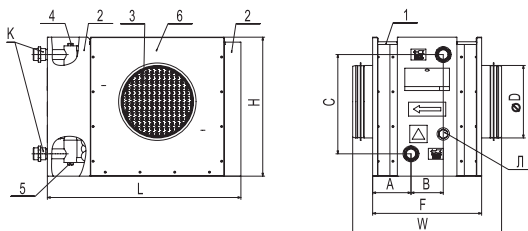

Figura 2
La struttura con connessione e rotonda alla condotta d'aria (Figura 2) è costituita dall'involucro (1) e dall'elemento riscaldante (3) inserito nell'involucro. L'involucro si compone di una parete (6 per le condotte rotonde), due involucri protettivi (2) realizzati in acciaio zincato di alta qualità.
(posizione JI su Figura 2). C'è anche un raccordo filettato per sfogo aria con filetto G1/2 (4), un raccordo filettato per drenaggio acqua con filetto G1/2 (5) dalla testata.
Le dimensioni di base con connessione rotonda alla condotta d'aria devono corrispondere ai valori elencati nelle tabelle 1, 2 e alla Figura 2. I parametri e le specifiche tecniche principali sono elencati alle tabelle 3, 4.